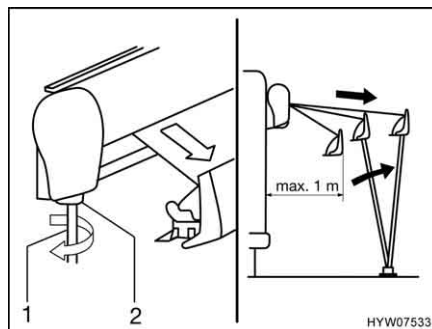

Fig. 17 Estrazione della tenda
- Inserire la manovella (Fig. 17,1) nel supporto a baionetta (Fig. 17,2) della tenda e girarla in senso antiorario. La tenda si apre dopo un paio di rotazioni.